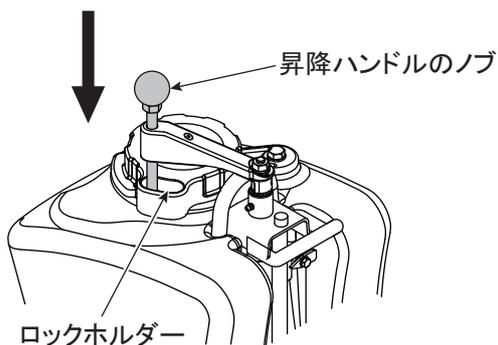

図 31
5. 必ず昇降ハンドルをロックホルダーに固定してから、機体を前進し切断します。(図31)